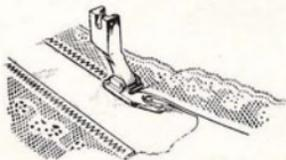

Fig. 45
d) ORLATURA E APPLICAZIONE DI PIZZI (Fig. 45)